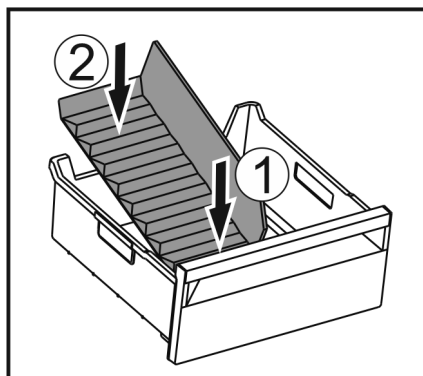

Fig. 107
- ▶ Sett inn den fremre delen av isrom-deleren. Fig. 107 (1)
- ▶ Senk den bakre delen av isrom-deleren til bunnen av skuffen. Fig. 107 (2)